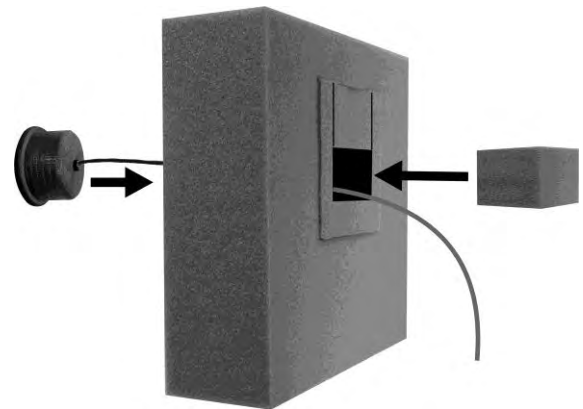

Figure 17. Positionnement relatif du microphone DM5 et du cube en mousse dans l'enveloppe en mousse
- Retirez la petite partie rectangulaire en mousse de l'enveloppe en mousse du micro fournie. Vous obtenez les deux morceaux de mousse de la figure 17.
- Insérez le câble du microphone DM5 à travers le trou dans l'enveloppe en mousse et placez le micro dans le trou comme indiqué dans la figure 17, avec son pare-brise vers l'avant de l'enveloppe en mousse.
- Remplacez la petite partie rectangulaire en mousse dans le trou de l'enveloppe en mousse, de sorte qu'elle s'adapte parfaitement à l'arrière du microphone, comme le montre la figure 17.